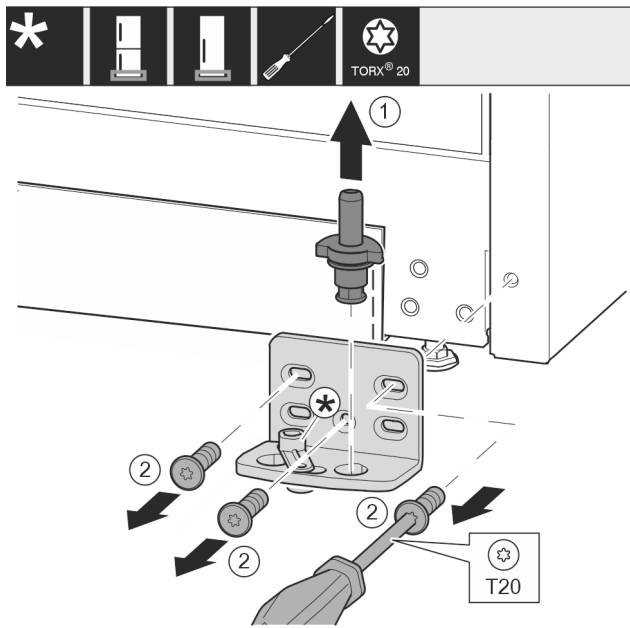

Fig. 13
- ▶ Lagerbolzen komplett nach oben herausziehen. Fig. 13 (1)
- ▶ Schrauben mit Schraubendreher T20 herausdrehen und Lagerbock abnehmen. Fig. 13 (2)